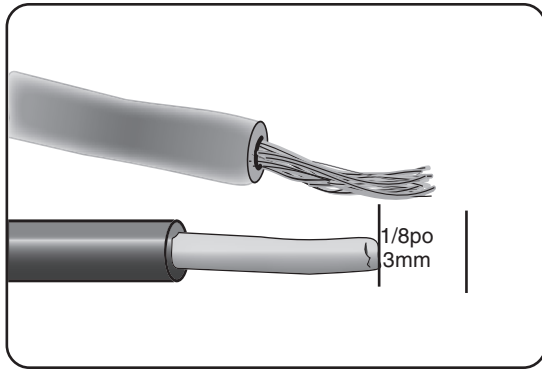

Figure 28
- Étirer les fils du lave-vaisselle de 1/8 po (3mm) loin des fils solides du câble d'alimentation, comme à la **figure 28**.